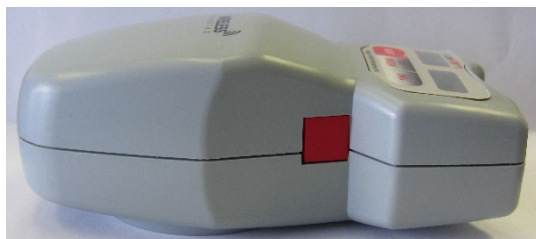

Bild 3. Inklinometerens bläddringsknapp
- Inklinometerens bläddringsknapp: röd knapp på sidan av apparaten. I testläget som inklinometer används denna knapp för att registrera och bläddra igenom vinkelavläsningar (se bild 3).